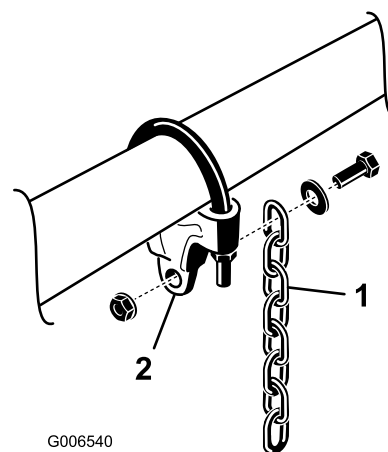

図 8
7. 各昇降チェーンを、ねじとワッシャとナットで、図 8のようにチェーンブラケットに取り付ける。